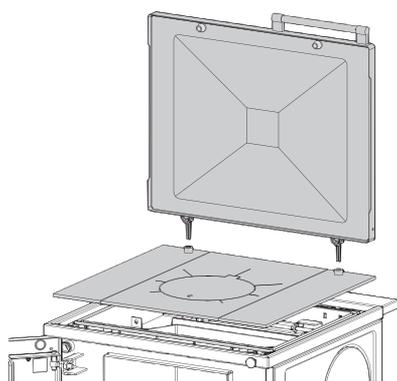

Fig. 11 Isolierdeckel und Herdplatte
- a) Isolierdeckel (Zubehör auf Wunsch) abnehmen – Fig. 11.
- b) Herdplatte abnehmen und reinigen – Fig. 11.